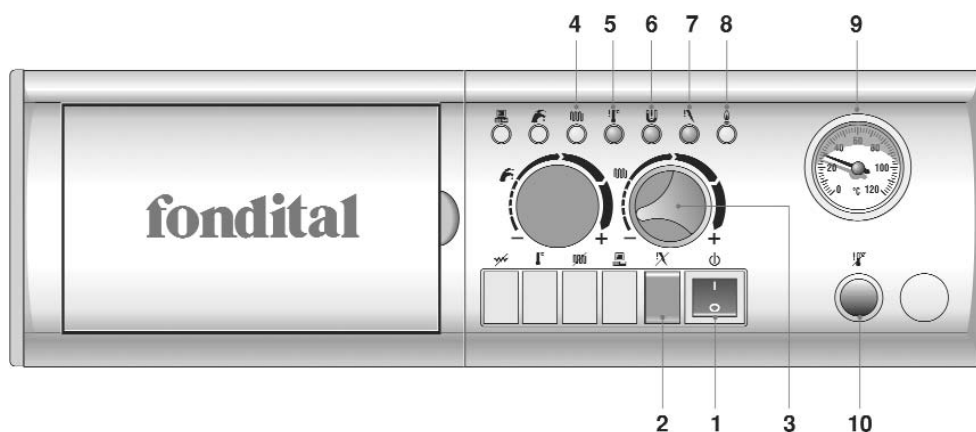

fig. 1
1.2 Funcionamiento de la caldera (fig. 1)